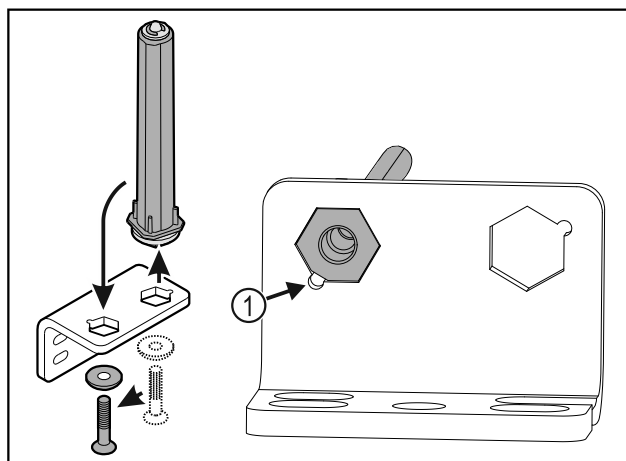

Fig. 39
- Se till att bultens fasning Fig. 39 (1) är vänd mot det runda hålet vid isättningen.